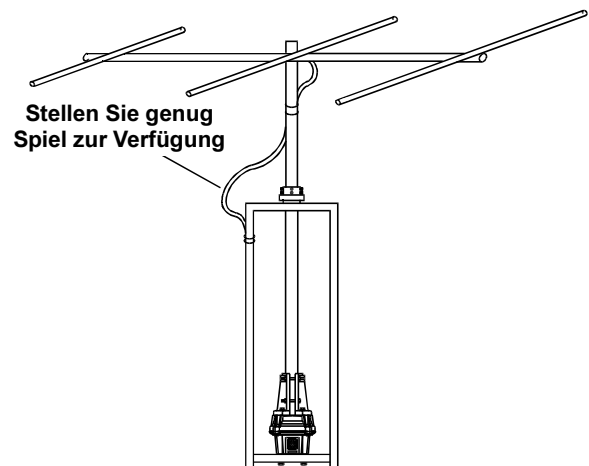

Abbildung 16
11. Damit sich die Antenne über den gesamten 450° großen Drehbereich drehen kann, ohne daß das Koaxialkabel sich spannt, müssen Sie eine genügende Reserve für das Kabel vorsehen (siehe Abbildung 16). Befestigen Sie das Koaxialkabel mit Hilfe von Klebeband oder UV-beständigen Kabelbindern am Mast.